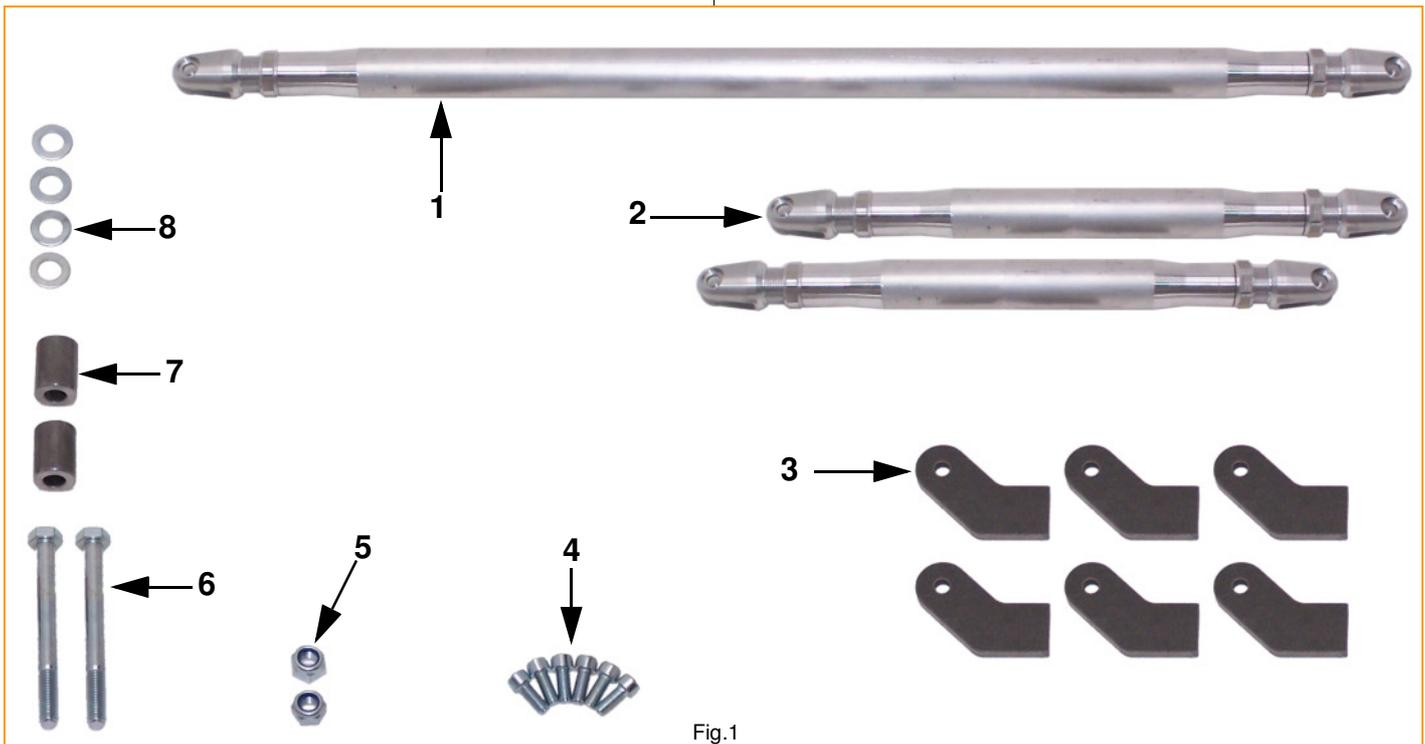

Fig.1
- Remove the stock upper shock bolt and install the supplied M12x120 hex screws (Pos:6, Fig.1).
- Slip the steel spacer (Pos:7, Fig1) to the hex screw. Use a standart M12 hex nut /not supplied) to hold it in place.
**CAUTION:** Do not use the supplied safety nuts (Pos:5, Fig.1) yet as those are used for the final assembly.
- Entfernen Sie den oberen Befestigungsbolzen der hinteren Stoßdämpfer und ersetzen ihn durch den Bolzen (Pos: 6, Fig.1).
- Schieben Sie die Stahlhülse (Pos: 7, Fig.1) über den Bolzen und sichern ihn mit einer normalen, passenden Mutter. Siehe Fig.2
**ACHTUNG:** Nicht mit der selbstsichernden Mutter (Pos: 5, Fig.1) sichern, da diese nur für die endgültige Montage verwendet wird.
- Install two weld-on brackets (Pos:3, Fig.1) to the clevis ends of the long top bar (Pos:1, Fig.1) using the M8x20 allen-head screws (Pos:4, Fig.1).
- Montieren Sie an die Gabelköpfe der langen Strebe (Pos: 1, Fig.1) jeweils einen Anschweißhalter (Pos:3, Fig.1) mit einer Schraube (Pos: 4, Fig.1).